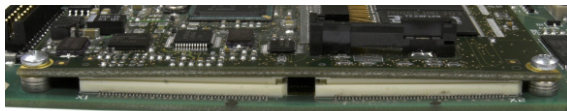

Abbildung 3-55: Unsachgemäß eingesetzte ETX-Board-Steckverbinder
- Beachten Sie, dass durch ein bloßes Einschrauben der Montageschrauben des ETX-Boards die Steckverbinder nicht korrekt eingesetzt werden – siehe Abbildung 3-55. Jeder Steckverbinder muss angedrückt werden.